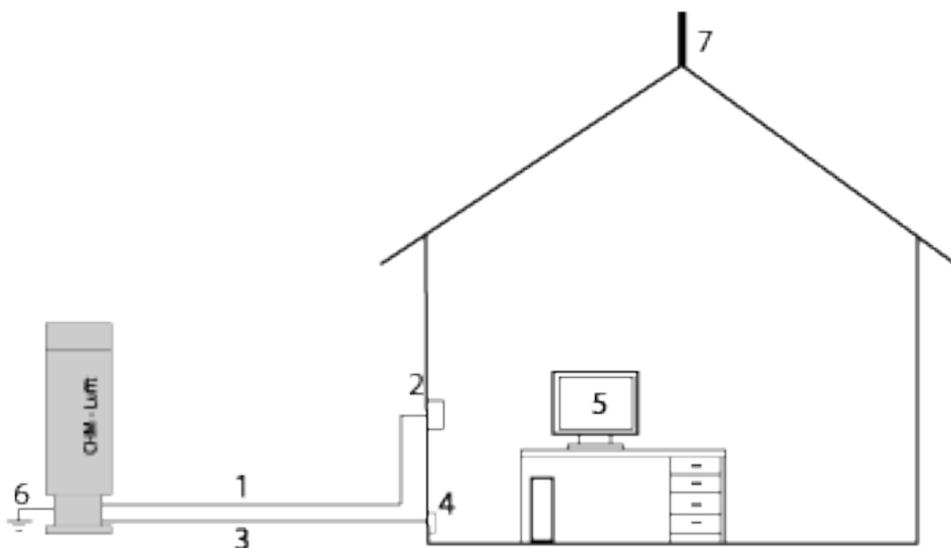

Abbildung 12 Schematische Skizze der elektrischen Installation.
Abbildung 12 zeigt eine Skizze der elektrischen Installation des CHM 8k. Die Stromversorgung (1) des Gerätes muss über eine externe Trennvorrichtung (2) erfolgen. Diese muss leicht zugänglich sein, um das Gerät vom Netz trennen zu können, falls nötig. Die Trennvorrichtung muss als zu dem Gerät zugehörig markiert sein und für ein 230VAC- Gerät ist eine Vorsicherung 10A gG träge vorzusehen. Ein Anschlusskasten sollte in einem Abstand von < 3 m installiert werden. Ein externer Blitzableiter (7) muss vorhanden sein, um das Gerät vor direkten Blitzeinschlägen zu schützen. Die Anschlüsse sind nach den jeweiligen länderspezifischen Vorschriften auszuführen.